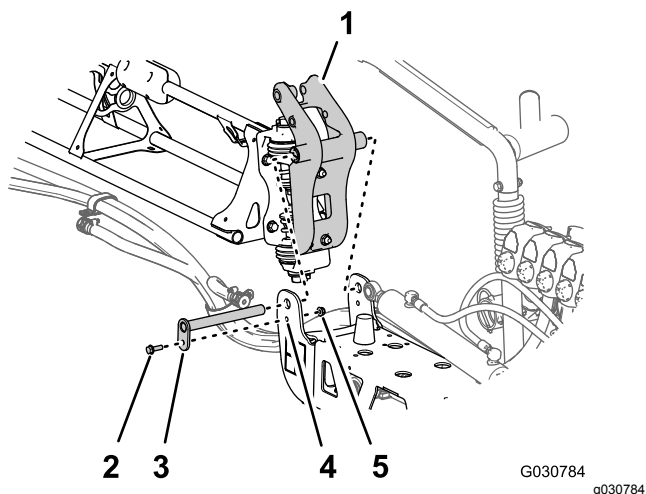

Figure 135
3. Alignez les bagues insérées dans la fixation de pivot et les trous dans les brides du support de pivot, au bout de la section de rampe centrale (Figure 135).